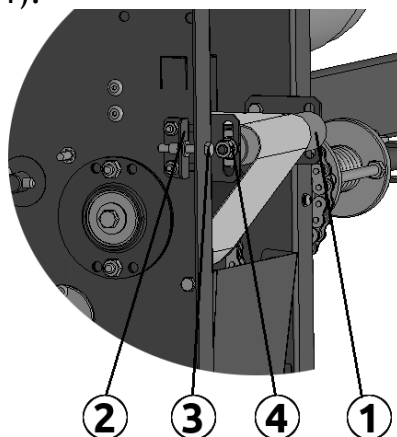

Рисунок 5.5
Для передачи яиц с продольного транспортера на поперечный конвейер (рис. 5.5) применяется выносной ролик (1).